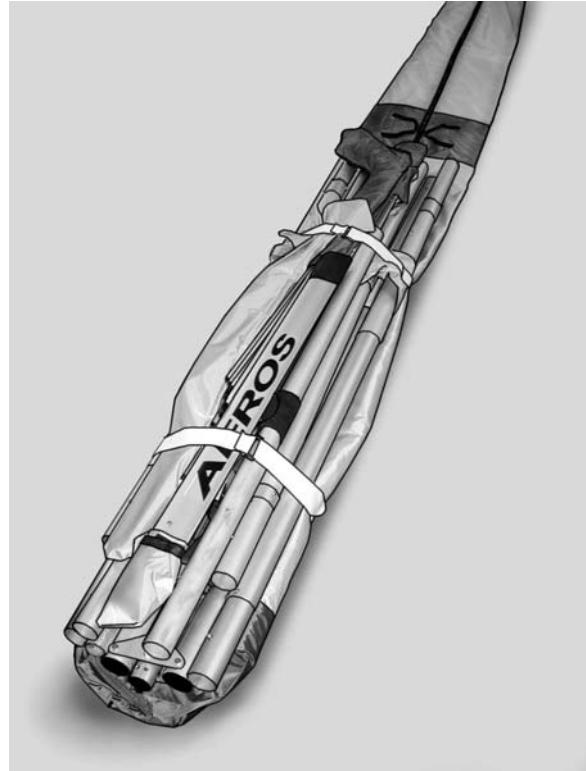

Рисунок 36
1. Положите упакованный дельтаплан на ровную и чистую рабочую поверхность. Снимите 2-метровый чехол. Разверните 6-метровый чехол с обшивкой на всю его длину и снимите с него пакет с каркасом. (*Рис. 36*).